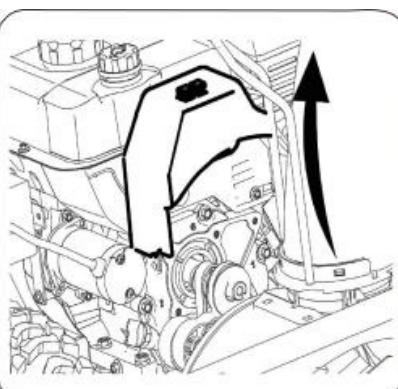

Рисунок 21
- ПРИМЕЧАНИЕ:** Слейте топливо из снегоуборщика или поместите пластик под вентиляционный клапан (см. рис. 21).